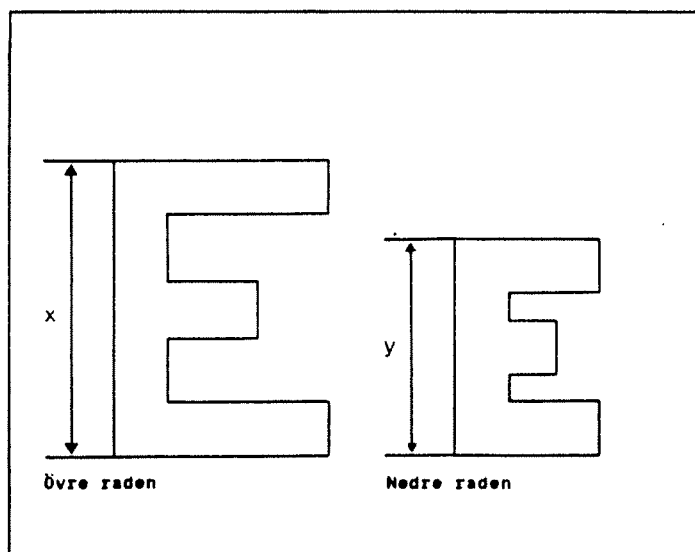

Bild 16. Justering av lineariteten
- 5.4.8 Justera lineariteten med FLIN (R68). Höjden på tecknen i den övre raden får icke avvika från motsvarande höjd mätt för den nedre raden med mer än 0,6 mm, se bild 16.